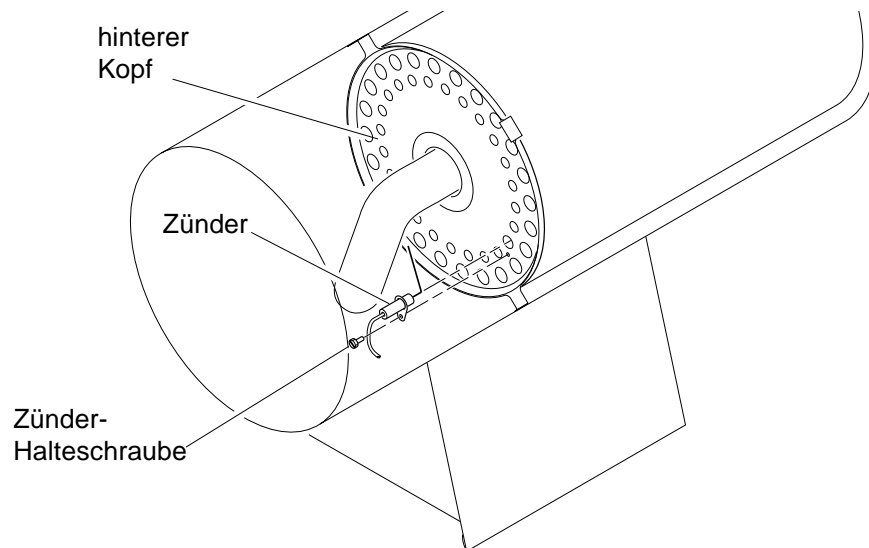

Abb. 14 - Entfernen der Zünder-Halteschraube und des Zünders
3. Zünder-Halteschraube mit Hilfe eines Sechskantschraubendrehers oder Flachklingenschraubenziehers vom hinteren Kopf entfernen (siehe Abb. 14).